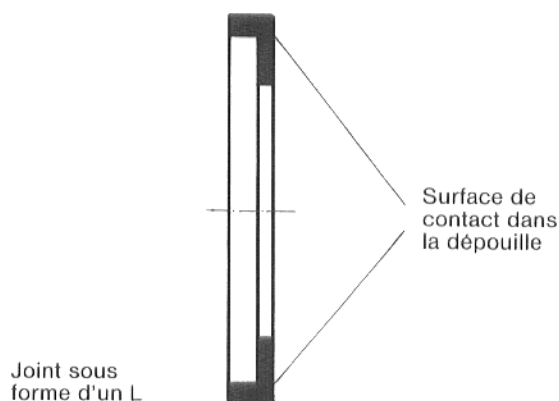

Fig. 2
5. Disposer le joint sous forme d'un L dans la dépouille du manchon (surface plane à l'intérieur) (Fig. 2).